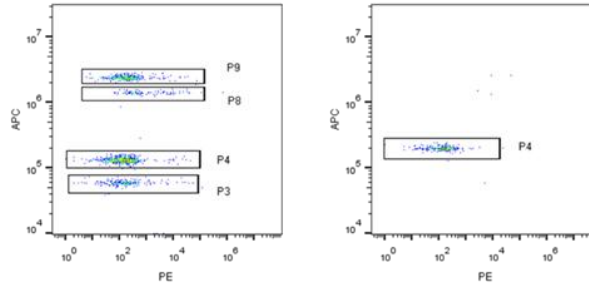

图 2
- 3) 分别在 PE (X轴) -APC/PE-Cy7/PE-Cy5 (Y轴) 对数散点图内分析“Gate1”和“Gate2”, 保证所有微球群位于坐标轴内。调节 APC/PE-Cy7/PE-Cy5 通道电压, 使各个散点图内微球分群清晰, 如图 2 (左图为 Gate1 分析图, 右图为 Gate2 分析图)。